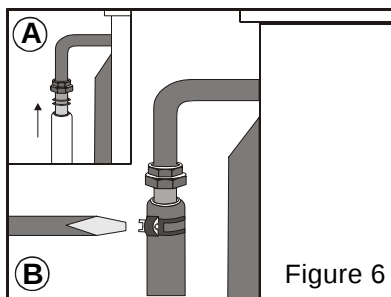

Figure 6
Le technicien devra tout d'abord vérifier le réglage gaz de votre cuisinière. Si elle est livrée en gaz naturel, il devra changer les injecteurs (voir ci-dessous) pour la rendre utilisable en gaz butane. L'installation doit être faite avec un tuyau gaz spécifique butane/propane vendu avec 2 colliers. l'embout gaz butane avec le joint sera installé sur la cuisinière, le tuyau sera enfoncé à fond sur cet embout et un collier sera installé en serrant correctement, mais sans couper le tuyau. Faire de même côté détendeur (voir fig. 6).
- A l'aide d'un tournevis très fin, vissez ou dévissez la vis de réglage, afin que la flamme du brûleur soit correctement le minimum (Figure 6).